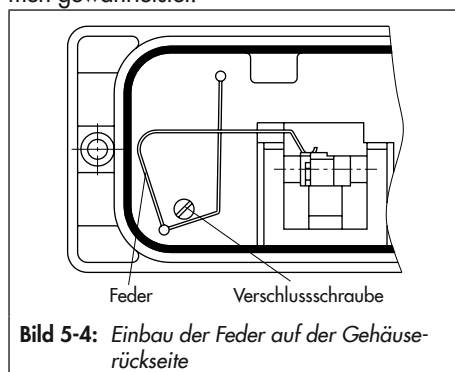

Bild 5-4: Einbau der Feder auf der Gehäuserückseite
- Verschlusssschraube auf der Stellungsreglerrückseite (Bild 5-4) entfernen und den seitlichen Stelldruckausgang „output“ mit dem Verschlussstopfen aus dem Zubehör verschließen.
- Stellungsregler so montieren, dass sich die Bohrung in der Zwischenplatte (15) mit dem Dichtschlauch in der Bohrung des Antriebsjochs deckt.
Damit der Übertragungsstift (10a) im Winkel (11) richtig anliegt, ist die dem Zubehör beiliegende Feder nach Bild 5-4 auf der Rückseite des Stellungsreglergehäuses einzuhängen.
1. Abtastrollenhebel (3) auf der den Einpressmuttern gegenüberliegenden Seite des Übertragungshebels (5) ansetzen und mit beiliegenden Schrauben (6) und Sicherungsscheiben befestigen.
2. Feder aus dem Zubehör (Bestell-Nr. 1400-6660) nach Bild 5-4 auf der Rückseite des Stellungsreglergehäuses einhängen.